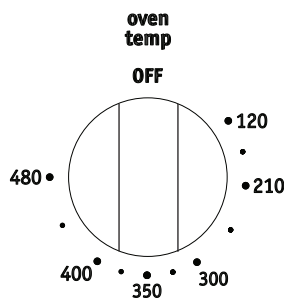

Figure 21: Sélecteur oven temp (température du four)
4. Réglez le sélecteur oven temp (température du four) sur la température souhaitée (Figure 21).